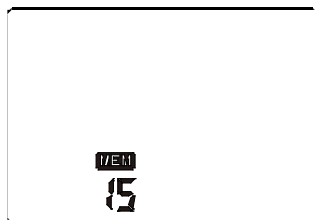

Abbildung 7
- a. Nach der Messung können die in der Speichereinheit gespeicherten Messergebnisse durch Drücken der Taste "MEM" erneut aufgerufen werden. Das Display zeigt die Anzahl der Messergebnisse, die sich in der ausgewählten Speichereinheit befinden. Siehe Abbildung 7.